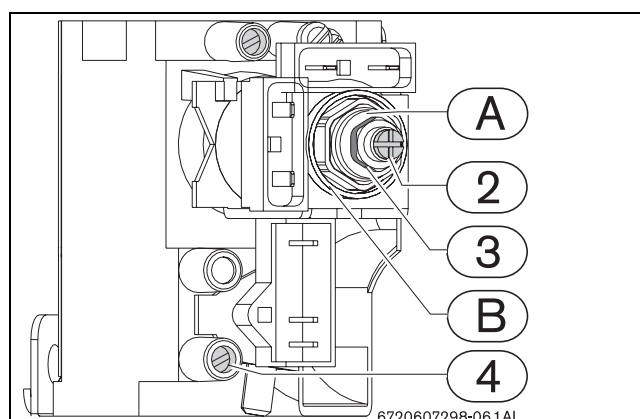

Fig. 20
- En utilisant la vis de réglage (Fig. 20, rep. 2) régler la pression jusqu'à atteindre les valeurs indiquées dans le table 10.